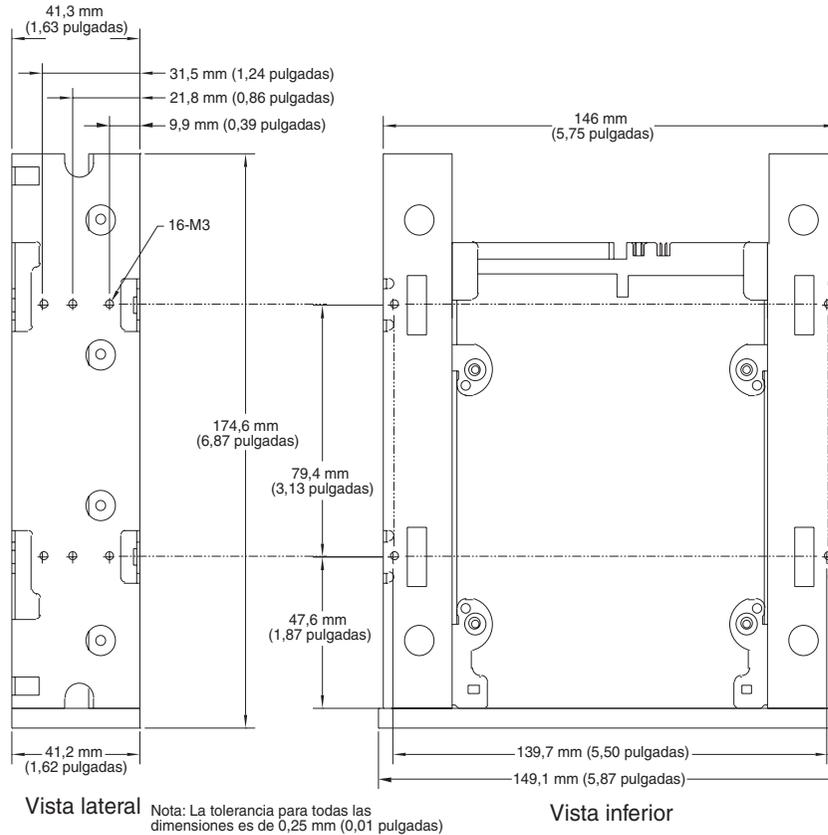

FIGURA 7. Orificios de montaje para la unidad de cinta interna en una instalación de 5,25 pulgadas
4. Asegure la unidad en el compartimiento de montaje usando cuatro tornillos en la parte inferior y seis tornillos a cada lado de la unidad (consulte la Figura 7 en la página 32).